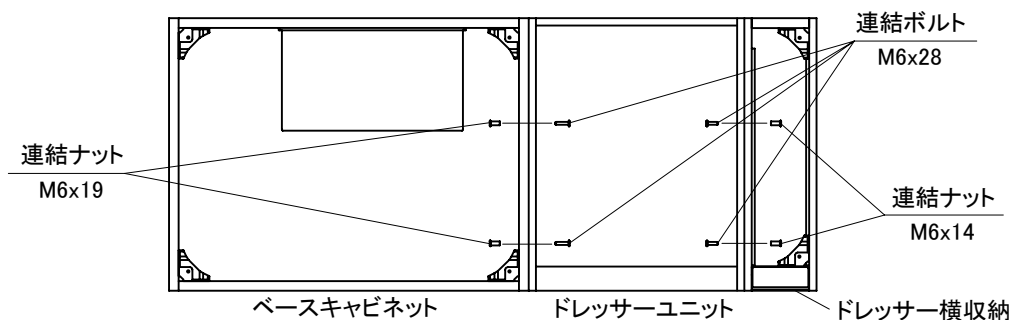

図8-7
- ①ベースキャビネット・ドレッサーユニット・ドレッサー横収納を連結ボルトとナットで連結してください。(図8-7)